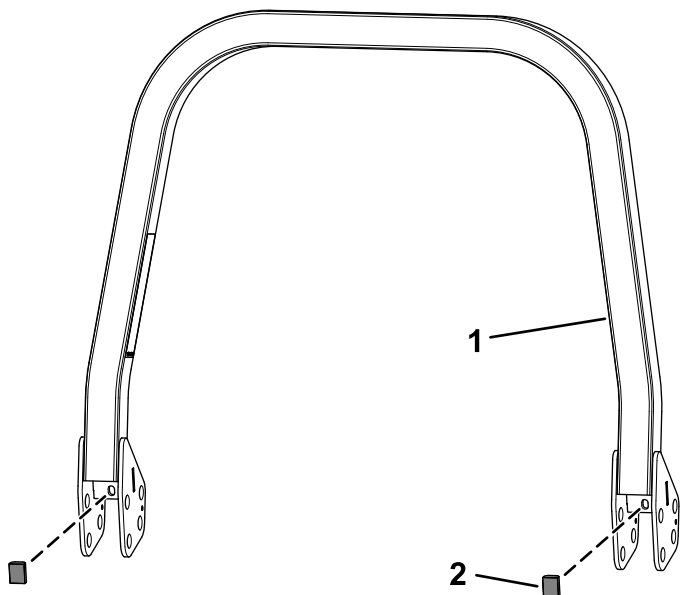

Figura 4
2. Prenda os dois amortecedores no conjunto superior da barra de segurança (Figura 4).